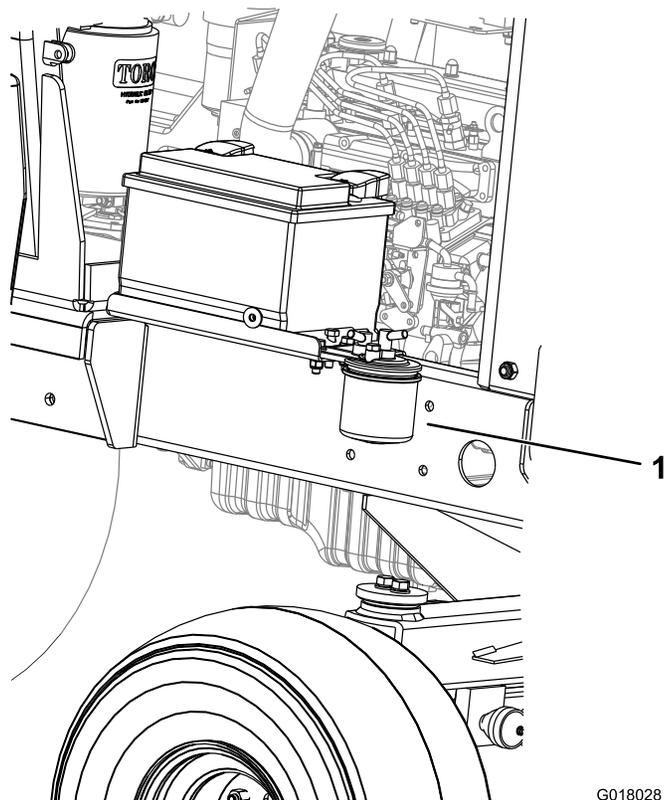

図 38
1. 燃料フィルタのキャニスタの下に汚れのない容器をおく 図 38。